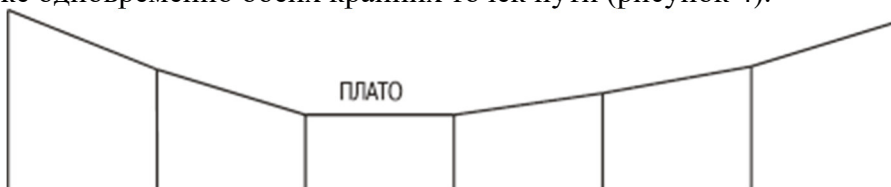

Рисунок 3 - Выпуклый профиль
4. Выпуклый профиль (“гора”). Выпуклым считается профиль, при котором хотя бы одна промежуточная точка находится выше одновременно обеих крайних точек пути (рисунок 3).